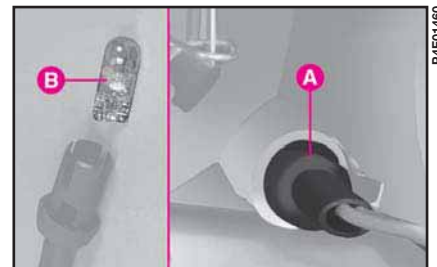

fig. 14
2) Sfilare il portalampada **A-fig. 14** facendolo ruotare leggermente per facilitare lo sgancio ed estrarre la lampada **B**.